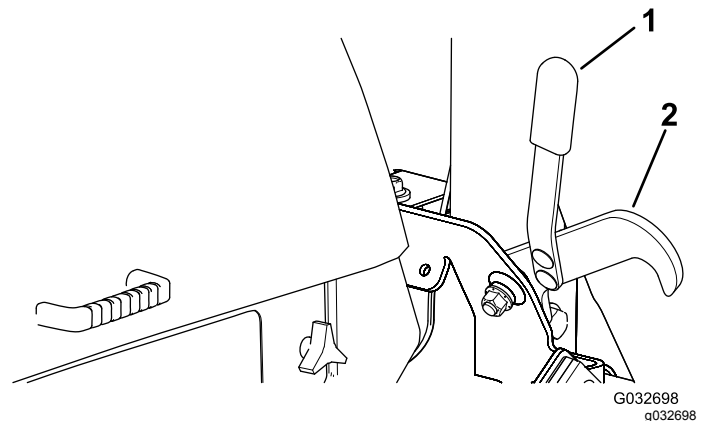

Figura 46
2. Usando la palanca, desenganche los cierres que sujetan las carcasas en la posición elevada (Figura 46).